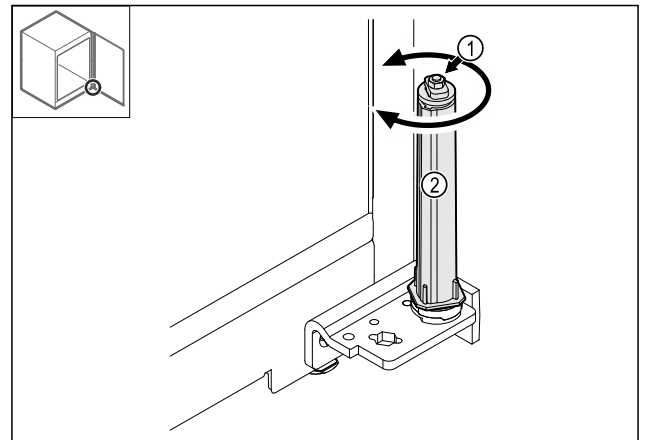

Fig. 41
- Verschraubung Fig. 41 (1) des Schließsystems nicht zerlegen.
- Schließsystem Fig. 41 (2) drehen, bis es klickt.